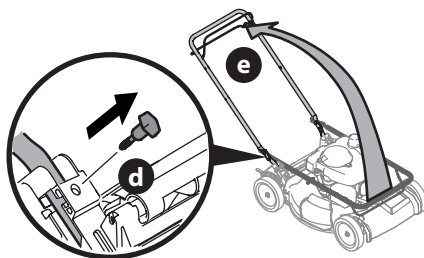

Figura 2
2. Extraiga los pernos T (d) de los soportes de la manija (Figura 2).
3. Mientras estabiliza la cortadora de césped para que no se mueva, gire la manija superior (e) hacia arriba (Figura 2). No prenda los cables del control de la transmisión o de la cuchilla mientras levanta la manija.